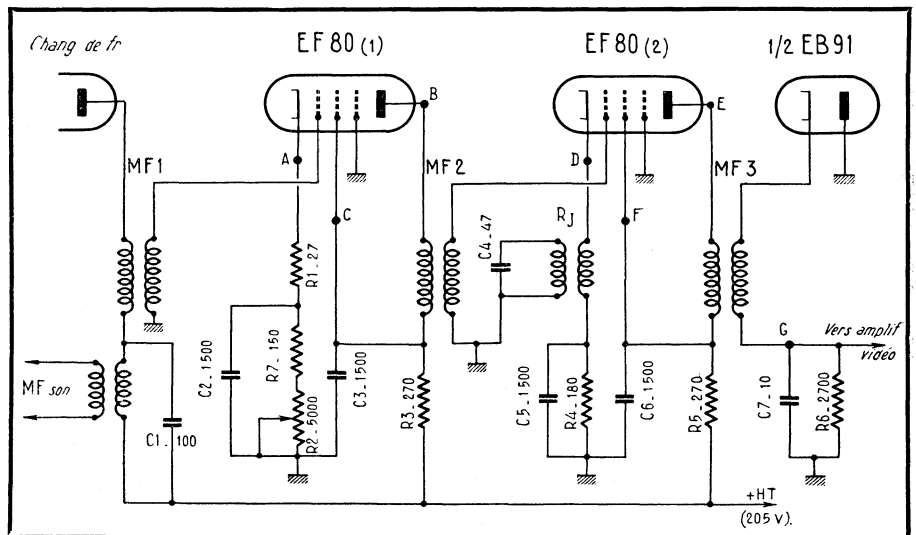
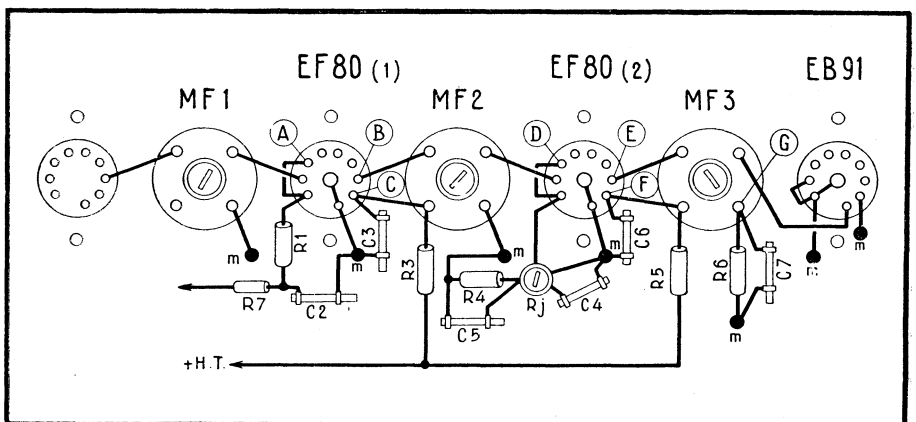
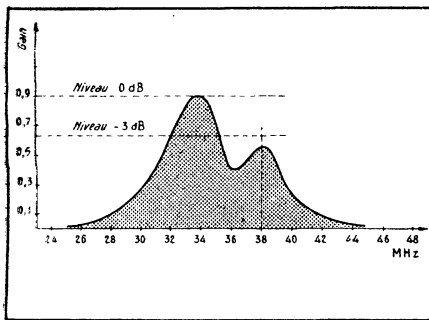

Fig. 27. — Schéma général d'un amplificateur M.F. image.
Fig. 28. — Aspect réel du câblage de l'amplificateur ci-dessus.
Fig. 29. — Courbe de sélectivité M.F. montrant un désaccord très net.
Nous allons baser nos explications sur un exemple très simple, celui d'un amplificateur M.F. à deux étages (fig. 27), mais il est évident que la marche à suivre sera exactement la même pour trois ou quatre étages. Le schéma théorique de l'amplificateur M.F. examiné est complété par le croquis de la figure 28, représentant le câblage tel qu'il se présente lorsqu'on retourne le châssis.
En mesurant la tension entre les points tels que B et E (figures 27 et 28) et la masse, nous devons trouver une valeur égale à celle de la haute tension moins la chute de tension dans les résistances de découplage R_3 ou R_5 . Le courant total (anode et écran) d'une lampe telle que
Les tubes amplificateurs M.F. image d'un téléviseur sont presque toujours polarisés par la cathode, mais il faut distinguer ceux qui le sont par une résistance fixe, comme la EF 80 (2) de la figure 27, et ceux dont le circuit de cathode aboutit au potentiomètre de « contraste » tel que R_2 .
Dans le premier cas (polarisation fixe), la tension entre la cathode (point D) et la masse est généralement de l'ordre de 2 à 2,5 volts. Si elle est nettement plus élevée (6 à 10 volts, par exemple), cela dénote la coupure de la résistance correspondante, en l'occurrence R_1 (fig. 27) et explique l'absence d'image. Si la tension au point D est nulle, deux hypothèses sont à formuler :
Dans le second cas (polarisation variable par le potentiomètre de contraste) il est nécessaire, avant de juger si la plage de variation est normale, de voir combien de lampes sont commandées, simultanément, par ce potentiomètre. En ce qui concerne la figure 27, seule la EF 80 (1) est commandée, mais il existe des téléviseurs où le potentiomètre de contraste règle le gain de l'amplificatrice H.F. et d'une amplificatrice M.F., ou encore de deux amplificatrices M.F.
Généralement, lorsqu'il s'agit d'une seule lampe (cas de la figure 27) la plage de variation est peu importante : 2,25 à 4,4 volts comme nous l'indiquons. Lorsque deux ou trois tubes sont en jeu, cette plage peut s'étendre de 2 à 7 volts à peu près.
a. — Brancher un indicateur, de préférence un voltmètre électronique (sur la sensibilité 1,5 volt en continu) aux bornes de la résistance de charge R_0 , c'est-à-dire entre le point G (fig. 27) et la masse.
Pratiquement, surtout si l'impédance de sortie du générateur H.F. utilisé est assez élevée (1000 à 5000 ohms, comme c'est souvent le cas), le signal H.F. appliqué à la grille de la dernière amplificatrice M.F., la EF 80 (2) de la figure 27, ne provoquera qu'une déviation à peine perceptible de l'indicateur de sortie, à moins qu'il ne s'agisse d'un générateur H.F. délivrant une tension assez élevée (0,1 volt ou plus) sur une impédance de sortie assez faible (75 ohms, par exemple).
Le même générateur H.F., connecté, par exemple, à la grille de la première amplificatrice M.F. (EF 80-1, fig. 27) nous permet de relever, point par point, la courbe de sélectivité des étages qui suivent, en faisant varier la fréquence du signal H.F. injecté et en notant, tous les mégahertz ou tous les 500 kHz, la tension apparaissant aux bornes de R_0 .
Nous avons fait cet essai, pour l'amplificateur de la figure 27, en utilisant le sous-multiple de la M.F. image du récepteur, c'est-à-dire des fréquences entre 13 et 22 MHz, et la courbe de la figure 29 résume ce que nous avons trouvé. Ce n'est pas très joli, mais il faut noter que les différents noyaux ont été sérieusement « tripotés » avant que ce téléviseur soit venu entre nos mains, ce qui explique le désaccord flagrant que cette courbe laisse apparaître.